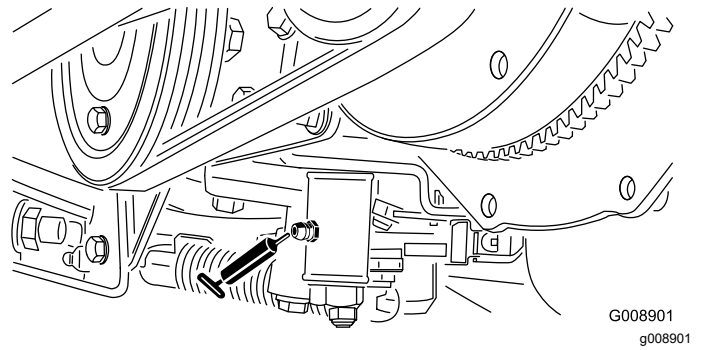

Bild 66
2. Heben Sie die Rückseite der Maschine unter dem Hinterradmotor an. (Bild 66).
- Leerlaufeinstellung (Bild 66)